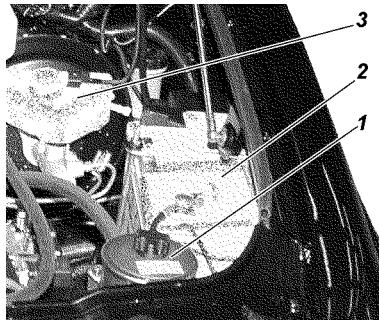

Рис. 9.29. Подкапотное пространство (фрагмент):
**Проверка уровня и смена масла гидроусилителя.** При проверке уровня масла в масляном баке 1 (рис. 9.29) передние колеса должны быть установлены прямо. Масло доливайте до уровня сетки заливного фильтра масляного бака или выше ее не более чем на 5 мм. Масло должно быть предварительно отфильтровано через фильтр с тонкостью фильтрации не более 40 мкм.